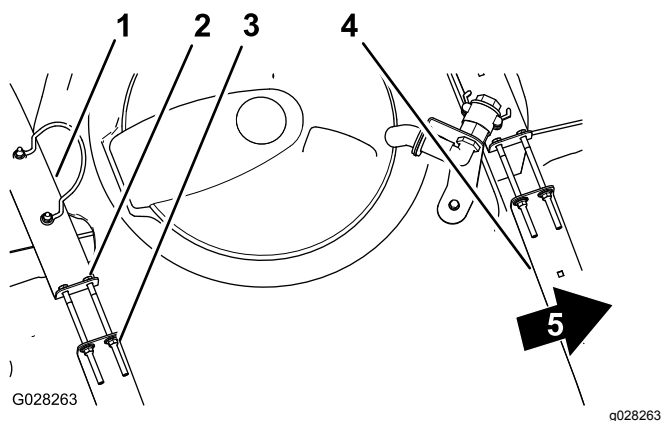

Figure 85
2. Assurez-vous qu'il n'y a pas de jeu entre les sangles de la cuve et la cuve (Figure 85).
- Si les sangles de la cuve ne sont pas assez serrées, resserrez les contre-écrous à embase et les boulons en haut des sangles jusqu'à ce que ces dernières soient parfaitement en appui sur la surface de la cuve (Figure 85).